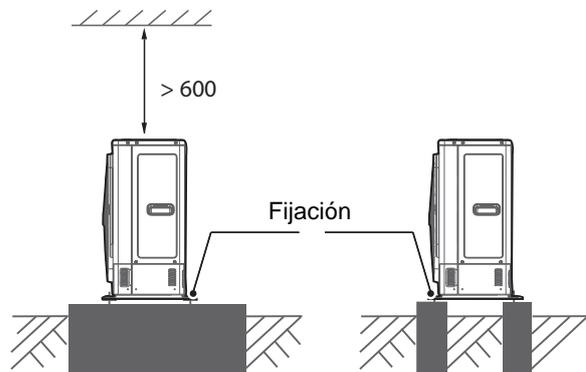

Fig. 3-7
- Haga una base de hormigón de acuerdo con las especificaciones de la unidad exterior (Consulte Fig. 3-7).
- Fijar los pies de la unidad con pernos con firmeza para evitar que se csulte en caso de terremoto o de fuerte viento. (Consulte Fig. 3-7)